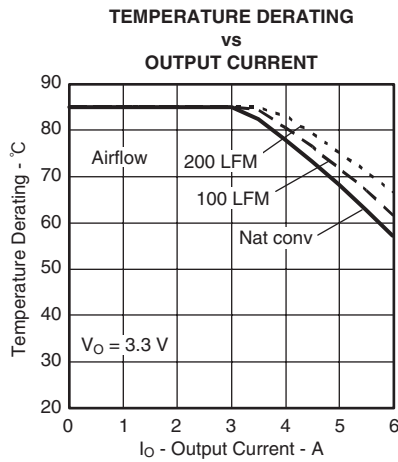
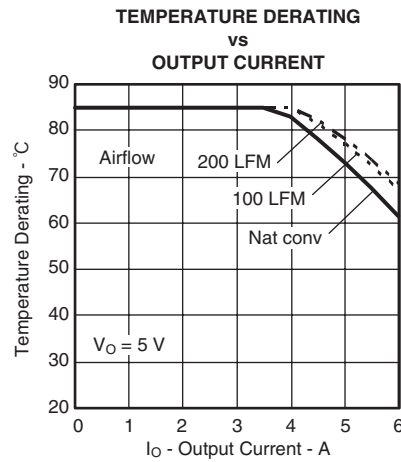

図 4
図 5
(2) 温度ディレーティング曲線は、内部コンポーネントの温度がメーカーの指定した最高動作温度以下になる条件を表します。このディレーティング制限は、2オンス(56.69グラム)の銅を使用した、100mm×100mmの両面PCBに直接半田付けされたモジュールに対して適用します。表面実装パッケージ(ASおよびAZの各サフィックス)では、電源ピン周囲に熱パスを追加するための複数のビア(メッキされたスルーホール)が必要です。詳細については、メカニカル仕様を参照してください。図4および図5に対して適用されます。